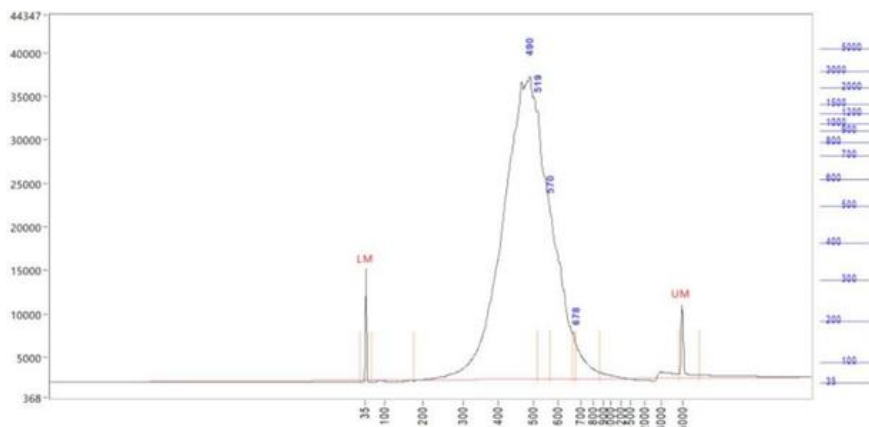

图 8 转录组文库质检图
- 2、质检结果请参照图 8，主峰片段范围须在 300-600bp，900bp-5000bp 占比小于 20%，300bp 以下占比小于 20%。若存在 200bp 左右小尖峰凸起，可 0.8 $\times$ 纯化后送测。